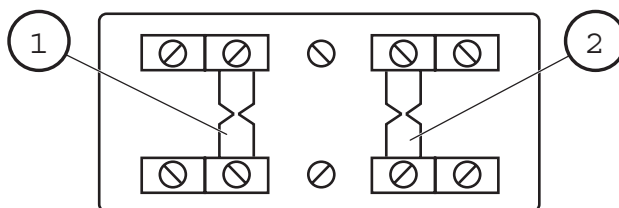

Рис. 10.
Предохранители на 60 А каждый в цепи заряда аккумуляторных батарей (2) и цепи свечей накаливания (1) установлены на маслобаке с левой стороны двигателя (рис. 10).